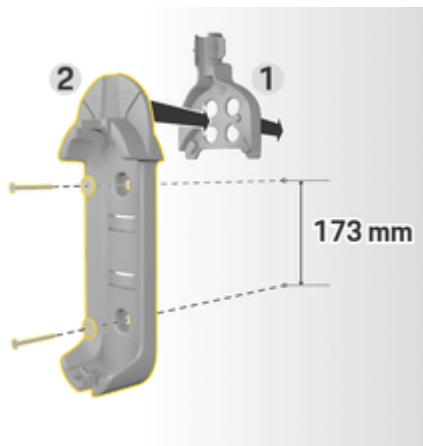

рис. 116: Розміри отворів
3. Вставте базове настінне кріплення 2 (рис. 116) спереду в кабельний канал 1 (рис. 116) і притисніть.